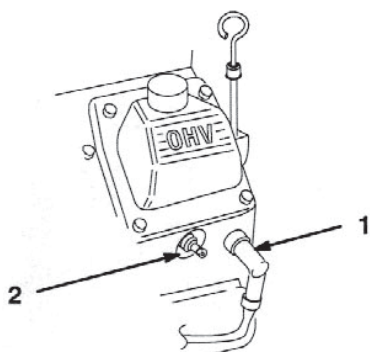

図48
8. 点火コードを外す (図48)。プラグを取り外した時に燃焼室内に異物が落ちないように、プラグの周囲をきれいに清掃する。
3. 点火ワイヤを取り付ける (図48)。